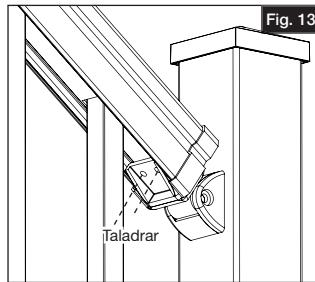

Fig. 13
- Taladrar el travesaño superior en el poste inferior de la escalera, utilizando los orificios del soporte a modo de guía (Fig. 13).
- Instalar dos (2) tornillos de cabeza plana pintados de 1 5/8" en los orificios perforados fijando el soporte, el tramo y el travesaño superior. Una vez que el travesaño superior está asegurado, apretar los cuatro (4) tornillos de bisagra para fijar los tramos en su lugar.